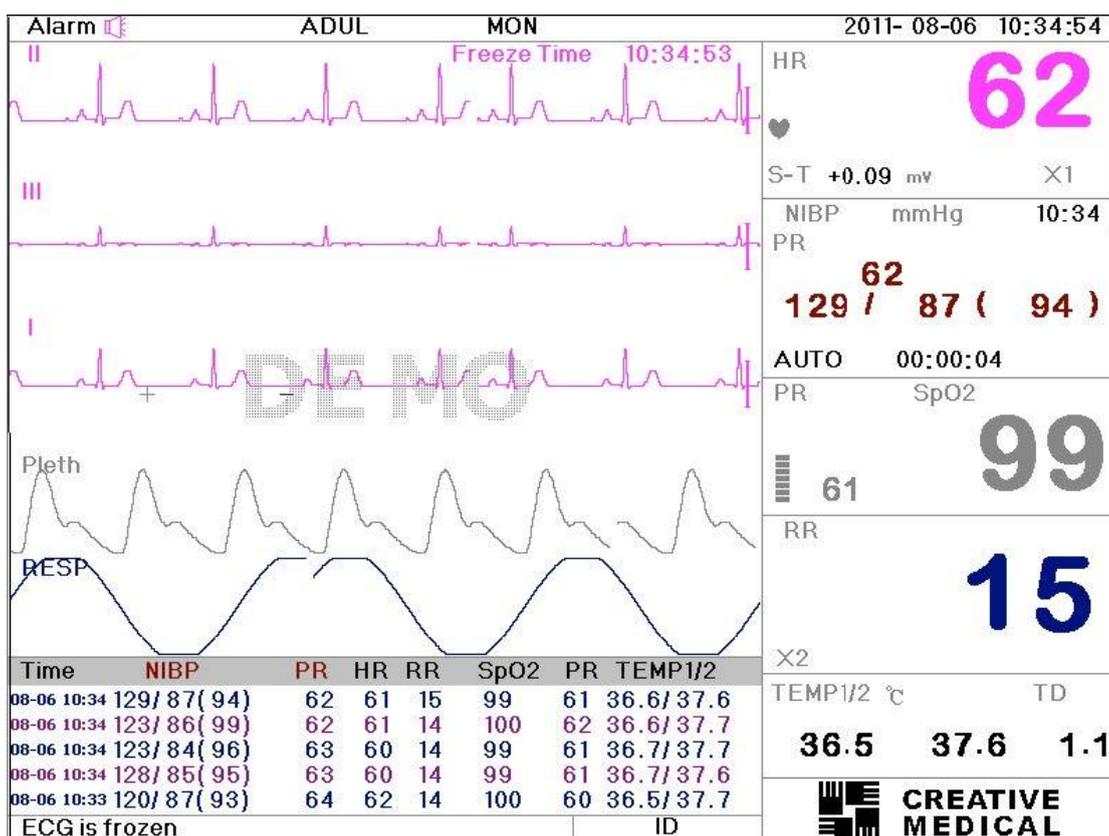
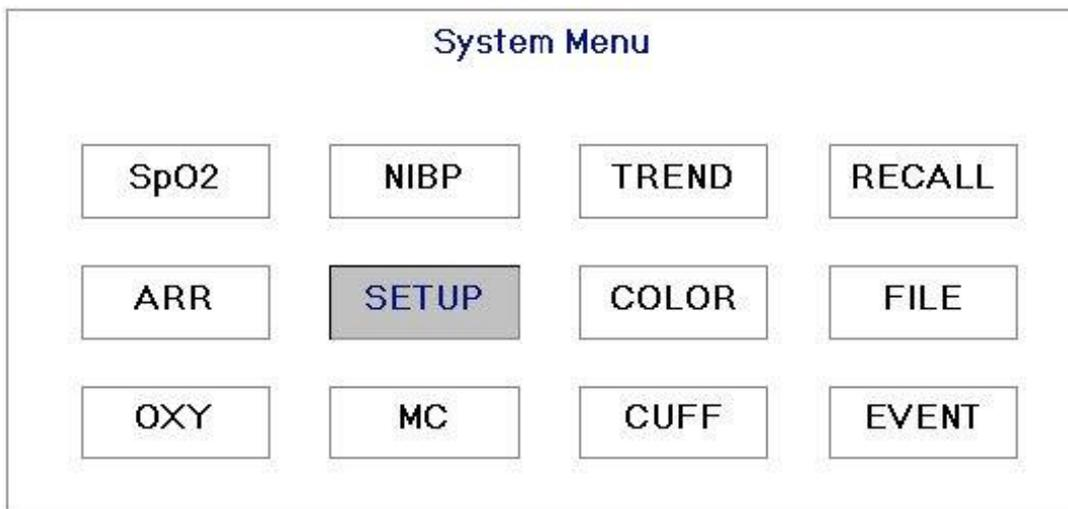

Figura 4.2
Figura 4.11 Tela de seleção de modo
passo 5: Se você terminou de ajustar a data e a hora, pressione o botão giratório e gire-o para mover o cursor para “Salvar”. Pressione-o para salvar as configurações e sair da tela de configuração de data e hora, enquanto isso entre na tela principal mostrada na Figura 4.2. Se você pressionar “Sair”, as configurações não serão salvas.
O sistema é inicializado e entra na Tela Principal onde o monitoramento e a operação do sistema são executados. (como mostrado na Figura 4.2).
Pressione o "Botão de Navegação" na tela principal conforme Figura 4.2, a área de operação mostra a tela de seleção de modo, conforme Figura 4.11.